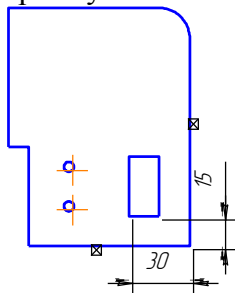

Рисунок 6
8. Построение прямоугольного выреза начните с определения положения нижнего левого угла прямоугольника с помощью вспомогательных параллельных прямых (рис. 6).